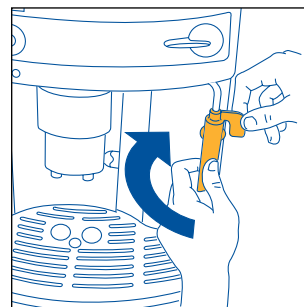

Fig.25
- Drej knappen i retning med uret helt i bund, med den ene hånd holdes fast om håndtaget på cappuccino tilberederens rør, mens man med den anden hånd skruer selve cappuccino tilberederen af ved at dreje den i retning med uret og trække den ned af (fig. 25).